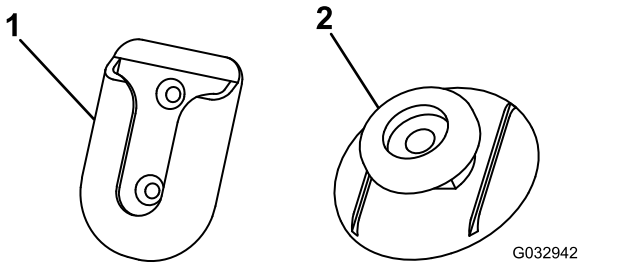

Bild 18
3. Reinigen Sie die Rückseite der Drehbefestigung (Bild 18) mit dem Alkoholwischtuch und trocknen sie.
7. Entfernen Sie das Trägermaterial von einer Seite des Klebematerials und bringen es an der Rückseite der Befestigungsnase an (Bild 18).